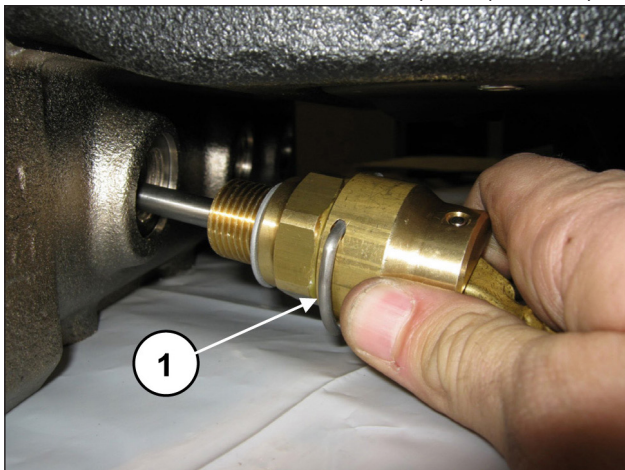
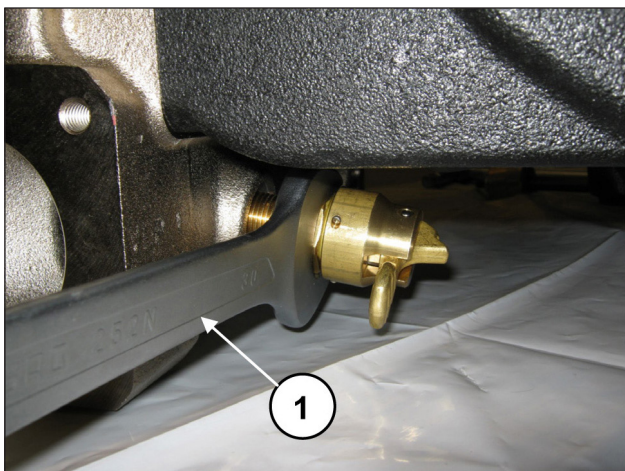

Abb. 166
Abb. 167
Eichen Sie die Schrauben M18x65 und M16x45 der Saug- und Druckventildeckel mit einem Drehmomentschlüssel, wie in Kapitel 3 EICHWERTE FÜR DEN SCHRAUBENANZUG gezeigt. Bringen Sie die Ventilöffner an (Pos. ①, Abb. 166) und drehen Sie diese mit einem 30 mm Schlüssel fest (Pos. ①, Abb. 167).